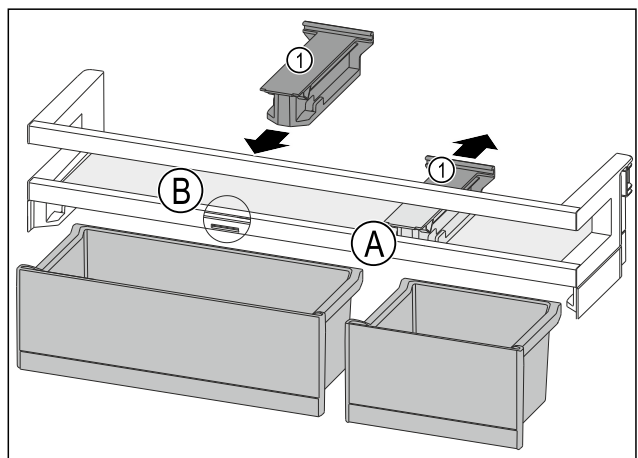

Fig. 157
- Retirer la pièce de retenue Fig. 157 (1) en position Fig. 157 (A) vers l'arrière.
- Mettre la pièce de retenue Fig. 157 (1) en position Fig. 157 (B).